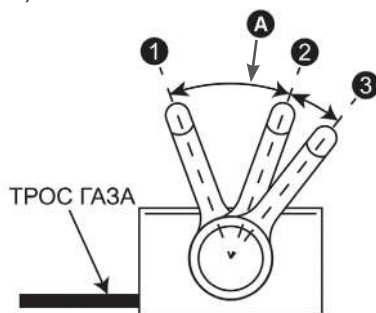

Рис. 15. Положение рычага газа для запуска
2. Установите рычаг газа в положение А между положениями «1» и «2» (Рис. 15).